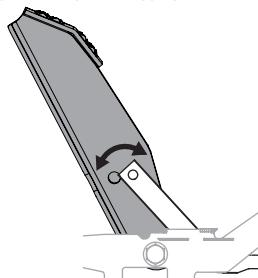

Figure 31
3. Placez la pédale à la position appropriée. Voir Figure 31.